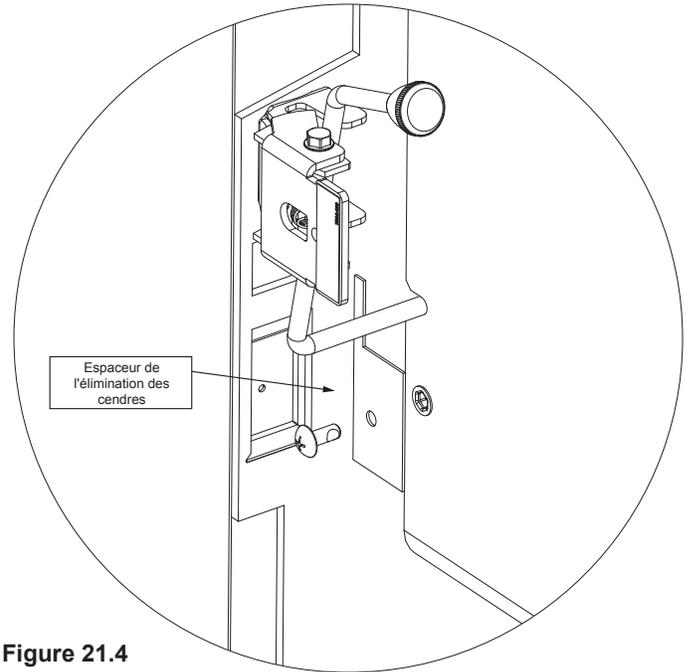

Figure 21.4
3. Installez l'espaceur ARS sur le côté gauche à l'aide d'un boulon et le tournevis cruciforme (**Figure 21.4**).
- Installez l'espaceur ARS sur le côté gauche à l'aide d'un boulon et le tournevis cruciforme (**Figure 21.4 à la page 21**).